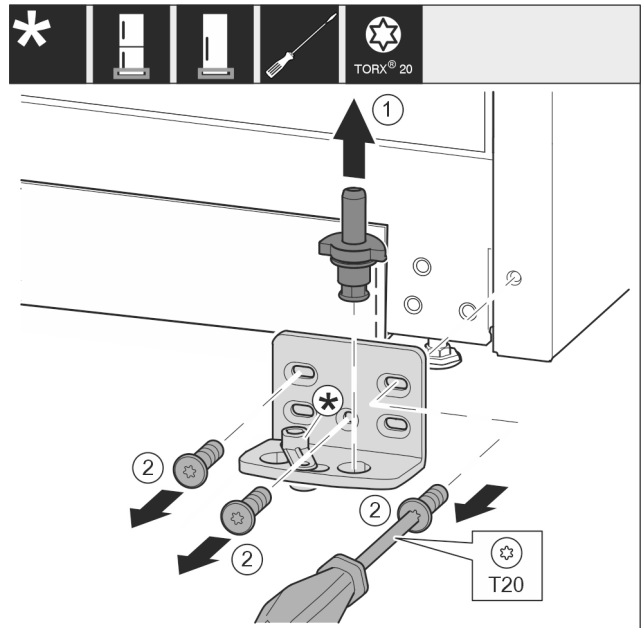

Fig. 44 *
- ▶ Extrageți complet bolțul de lagăr Fig. 44 (1) în sus.*
- ▶ Deșurubați șuruburile Fig. 44 (2) cu șurubelnița și detașați suportul de lagăr.*